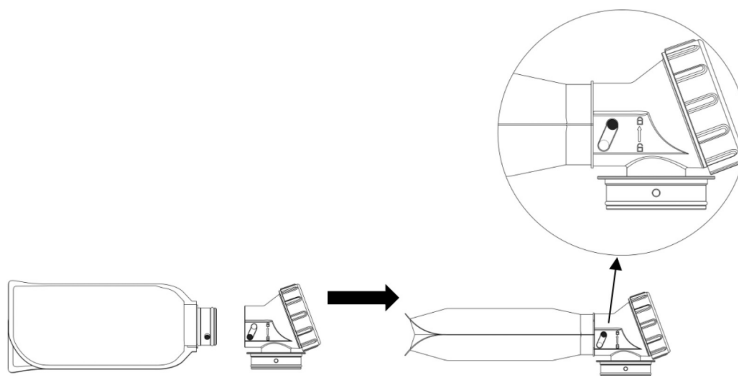

Рис. 5
1. Полностью вставьте горловину пакета с жидкостью в разъем быстросъемного переходника, и поверните его в направлении, указанном стрелкой, до фиксирующего положения (рис. 5).